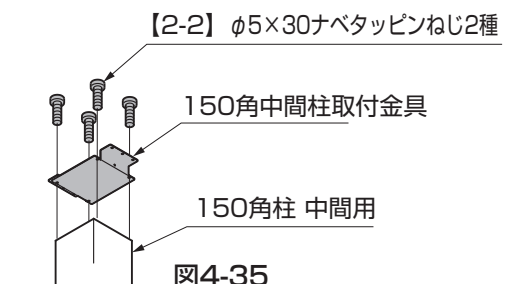

図4-35
- ①柱 中間用に中間柱取付金具を、【2-2】で取付けてください。(図4-35参照)